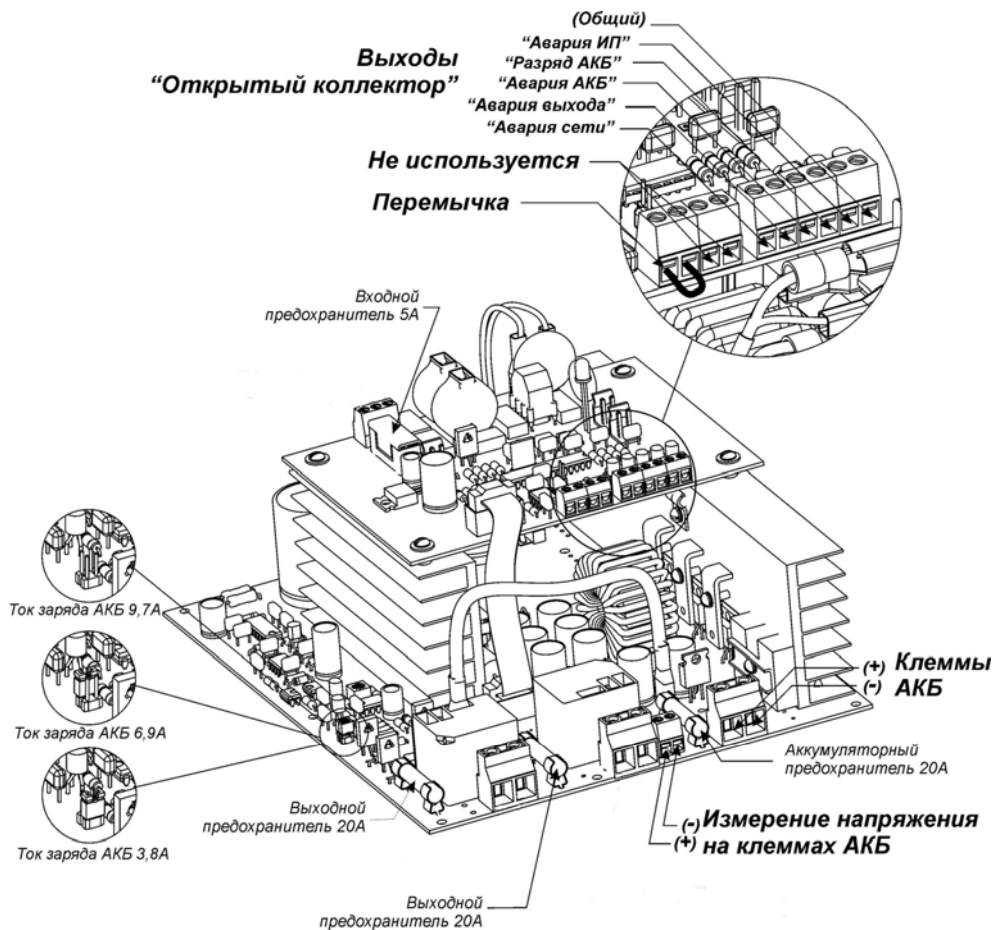

Рисунок 4
- выставить переключателями ток заряда АКБ см. табл. 3 и рис. 4;
При включении сетевого питания не светится индикатор "Сеть" изделия	Проверить входной предохранитель на плате зарядного устройства см. рис.4, при необходимости – заменить.